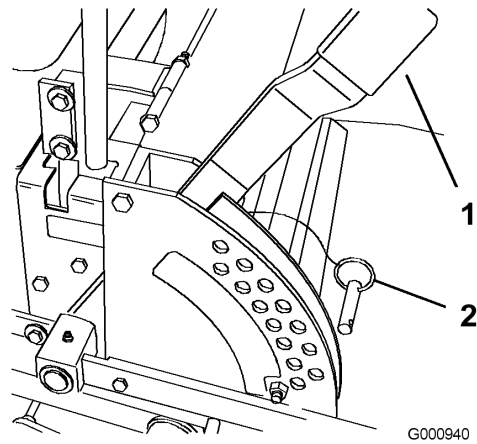

Figura 16
1. Levante la palanca de ajuste de la altura de corte a la posición de transporte (que es también la posición de altura de corte de 127 mm [5 pulg.]) (Figura 16).
2. Para ajustarla, retire el pasador del soporte de altura de corte (Figura 16).
3. Seleccione un taladro del soporte de altura de corte que corresponda a la altura de corte deseada, e inserte el pasador (Figura 16).